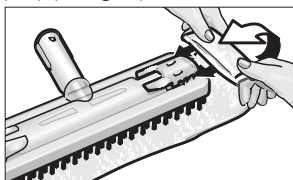

Fig. 3: Påsætning af rengøringskluden
- Fastgør rengøringskluden (G3) på gulvdysen (G1). Fold rengøringskluden sammen på langs og stil gulvdysen på den. Træk enderne af rengøringskluden ind under holdeklemmerne (G2) (se fig. 3).